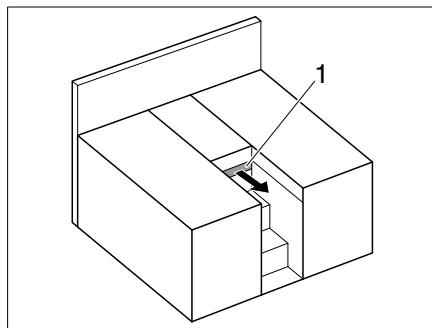

Fig. 178 Lits simples
- Décrocher la bande de retenue (Fig. 178, 2) et déployer la partie extensible (Fig. 178, 1).